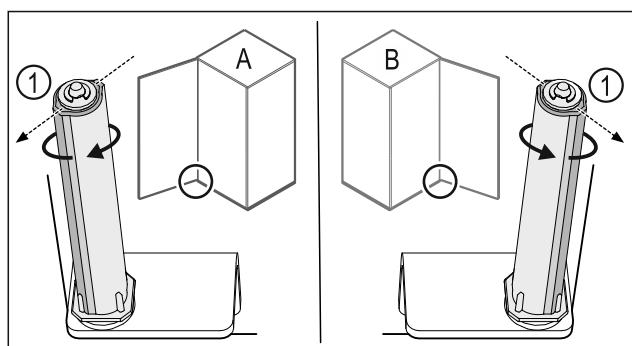

Fig. 39 Kreisais atbalsts (A) / labais atbalsts (B)
- Grieziet slēgšanas sistēmu pret pretestību, līdz slēgšanas sistēmas balstiņš Fig. 39 (1) ir vērts uz augšu.